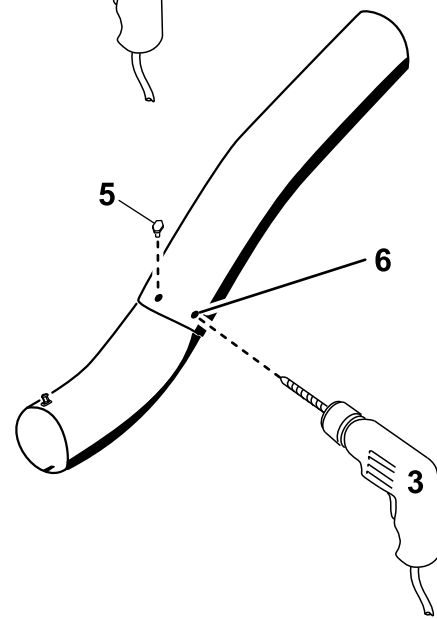

Figura 31
13. Utilizando os orifícios existentes no tubo superior como modelo, perfure dois orifícios de 6,5 mm de diâmetro através das marcas no tubo inferior (Figura 31).
16. Instale as anilhas (1/4 pol.) nos parafusos (Figura 31).
- através dos furos existentes no tubo superior (Figura 31).
18. Prenda os tubos em conjunto com as porcas (1/4 pol.) como se mostra na Figura 31.